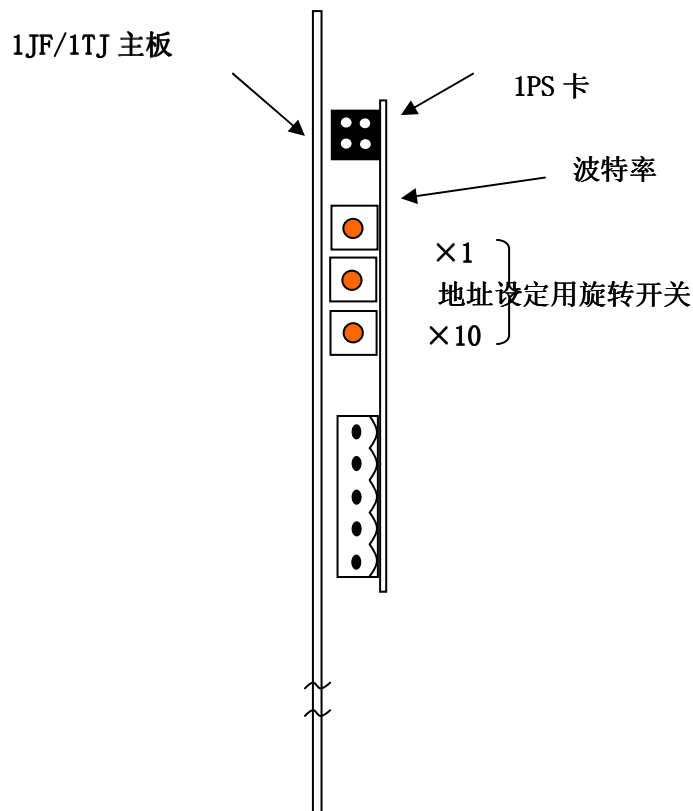

图 E5 接口主板正面图
2. 使用主控装置进行组态配置之前，使用 1PS 卡上的两个旋转开关来设定网络上的机械手控制器的地址。地址可以设定为 1 到 64。因为是网络上的地址，所以，局号不要和网络上的相同局号重复。下面的图是 1JF/1TJ 主板上调整 1PS 卡的接口主板的正面图。(图 E5)